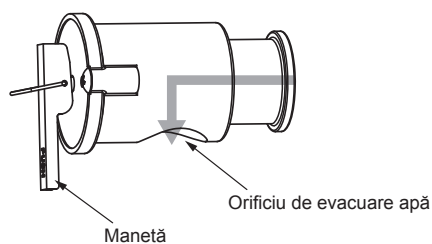

Fig. 4-2
4.4. Piesele care necesită o inspecție regulată (Fig. 4-2)